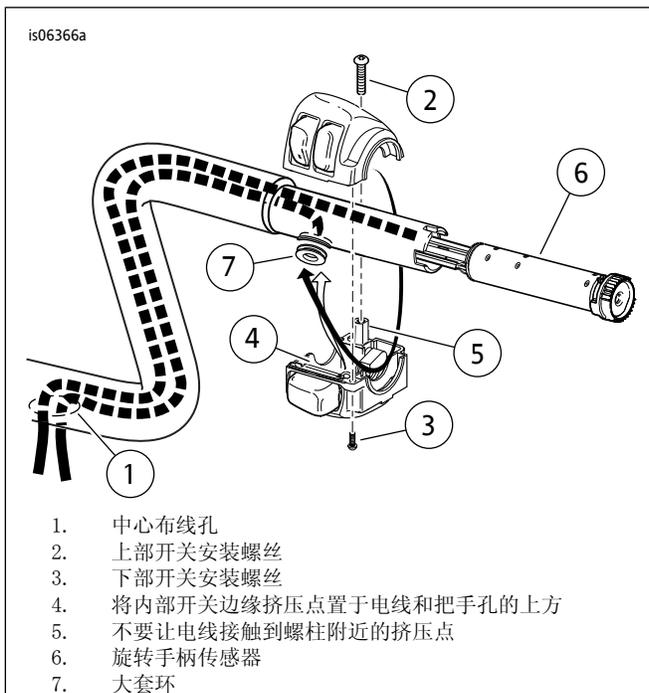

图7. 开关盒和旋转手柄传感器布线(2008年款及之后旅行车型)
16. 参见图7。将旋转手柄传感器线捆穿入右侧把手端，朝向车把中央的大孔推动，同时将旋转手柄传感器上的分度片卡入把手端的槽内。蝶片和槽大小不同，可防止组装错误。